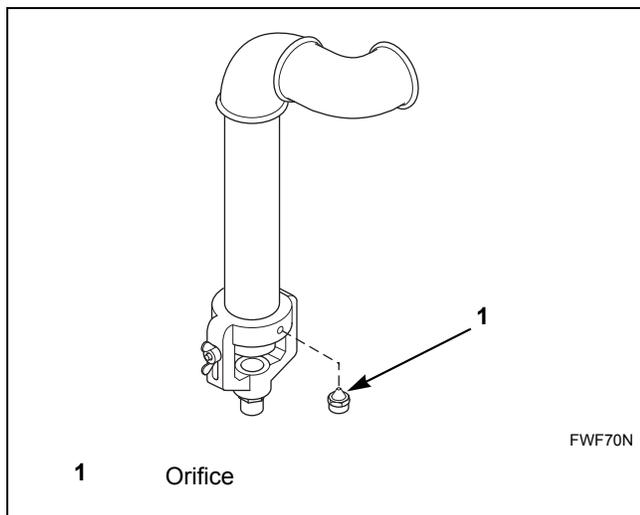

Figure 9
3. Utiliser une clé pour enlever l'orifice principal. Se reporter à la *Figure 9*.